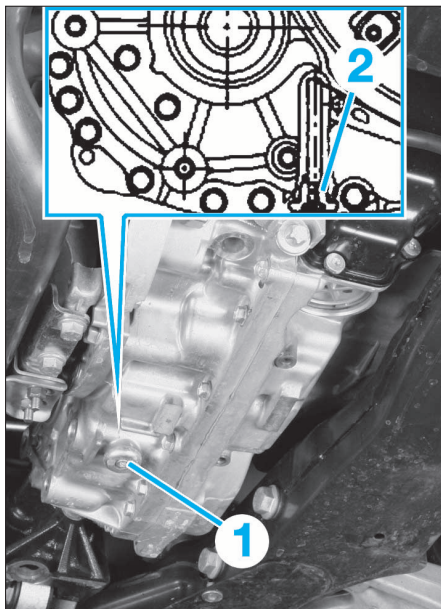

FIG. 8
- Déposer le bouchon de contrôle (1)(Fig.8).
- Déposer le bouchon de vidange (2).